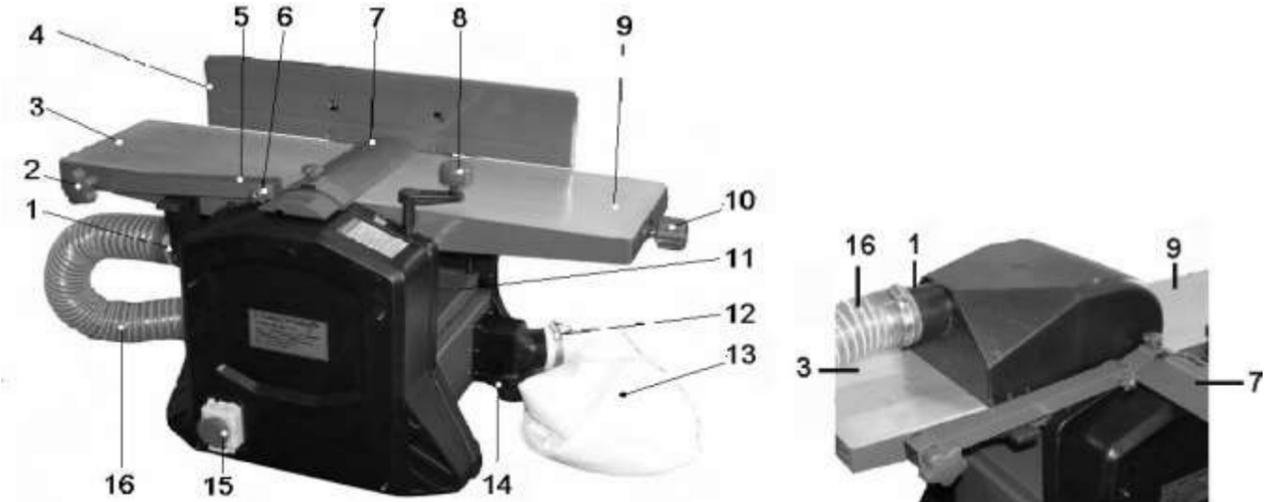

Рис. 2
8.2. Для включения нажмите и сдвиньте вверх красную крышку (20) магнитного пускателя (15). Откройте крышку (19), нажмите на зелёную кнопку (17).
Примечание: Машина оснащена концевыми выключателями, поэтому электродвигатель включится только при условии, если установлен патрубок пылесборника (1), Рис. 2, 3.
8.3. Для выключения нажмите на красную кнопку (18). Для аварийного выключения нажмите на красную крышку (20).
9.1. Установка машины (Рис. 2)
9.2.1. Как показано на Рис.2, установите и закрепите направляющую планку (4), выкрутите два болта (24), через отверстия (23) регулирующего устройства (22) закрепите направляющую планку (4) на приёмном столе (3).
Демонтируйте направляющую планку (4), выполните пункт 9.2.1 в обратном порядке. Установите и зафиксируйте клипсами (27) в специальных гнездах на приёмном столе (3) пылесборник (1), Рис.3,8. Как показано на Рис.2, установите ручку (8) для перемещения рабочего стола (11), Рис.2,7.
Внимание: Ручка (8) не закрепляется, поэтому устанавливается на момент непосредственной регулировки высоты рабочего стола (11). Выполнение любых операций на машине производится со снятой ручкой (8), Рис. 2, 9,11.
9.2.4. При использовании встроенной системы отвода и сбора стружки и древесной пыли патрубком пылесборника (1) соедините гибким шлангом (16) с патрубком (36). Закрепите гибкий шланг (16) хомутами (см. комплектность). Для сбора стружки и древесной пыли на патрубке (35) установите и хомутом (12) закрепите пылесборный мешок (13), Рис. 2,3,9.
11.6. Переоборудуйте машину для выполнения строгания в размер по высоте (рейсмус) (см. пункт 9.2.3.). Ручкой (8), Рис.2, по шкале (28) установите рабочий стол (11), Рис.8, в положение, соответствующее максимально толстому участку заготовки, после чего установите глубину строгания.
13.1. Отсоедините вилку шнура питания машины от розетки электросети. Демонтируйте направляющую планку (4), переместите защитную планку (7), Рис.2, снимите патрубок пылесборника (1), Рис.3.